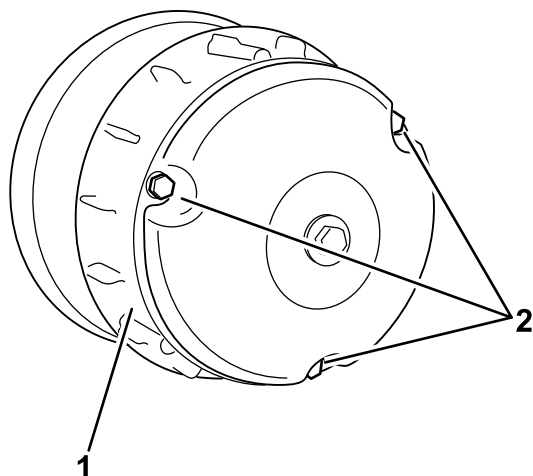

Figura 59
2. Îndepărtați cele 3 uruburi care fixează capacul la ambreiaj i scoatei capacul (Figura 59).
4. Montați capacul ambreiajului i fixai-l cu cele 3 uruburi (Figura 59) pe care le-ai îndepărtat la pasul 2.